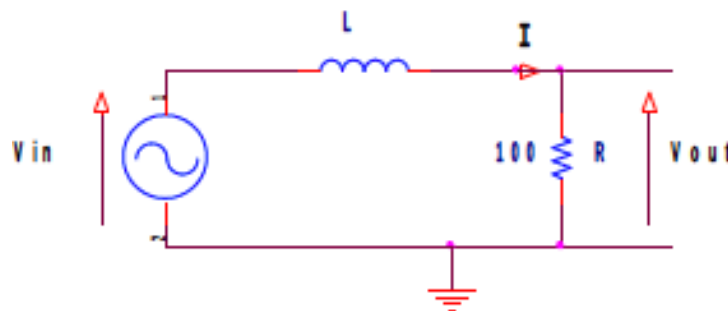

Fig.1: circuito RL
Il circuito di fig. 1 è un modello semplificato di un motore o un elettromagnete, in cui si evidenzia una parte induttiva ed una parte resistiva. Quest'ultima rappresenta la parte che trasforma l'energia elettrica in lavoro meccanico e calore a valor medio non nullo:
2. Collegare su una basetta disponibile l'induttore e una resistenza di un centinaio di ohm come da circuito di fig. 1.